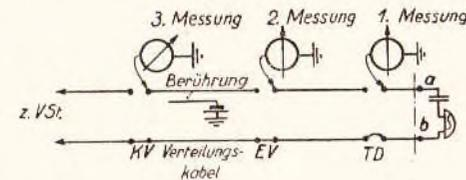

Bild 93.
4. a-Außenstrom (Strommessung, Bild 93):